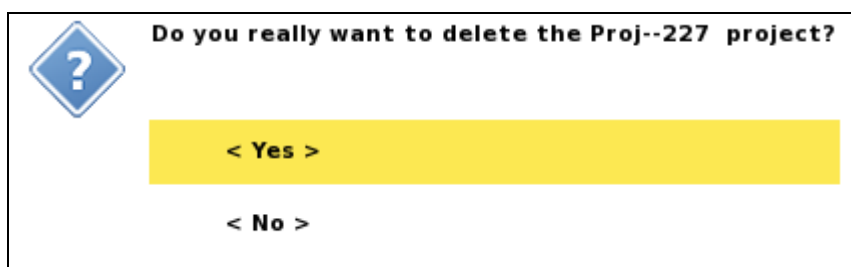

Figura 15 Dialogo de confirmación de eliminación de Proyectos
- **Delete:** Un dialogo de confirmación se muestra y el proyecto se borrara si el usuario confirma su eliminación (Figura 15)